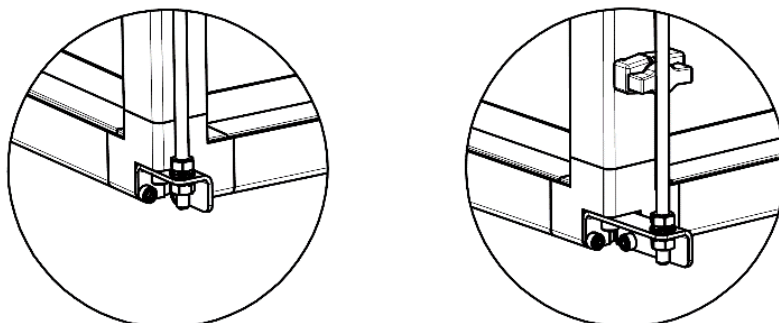

Рис.6. Подвесной элемент секции при стороне обслуживания снизу и сбоку
- 7.1.3. Конструкция секции ПБС предусматривает также подвесное исполнение. Для этой цели установка комплектуется специальными крепежными элементами подвеса, изготавливаемыми комплектно, на правую и левую стороны (рис.6).